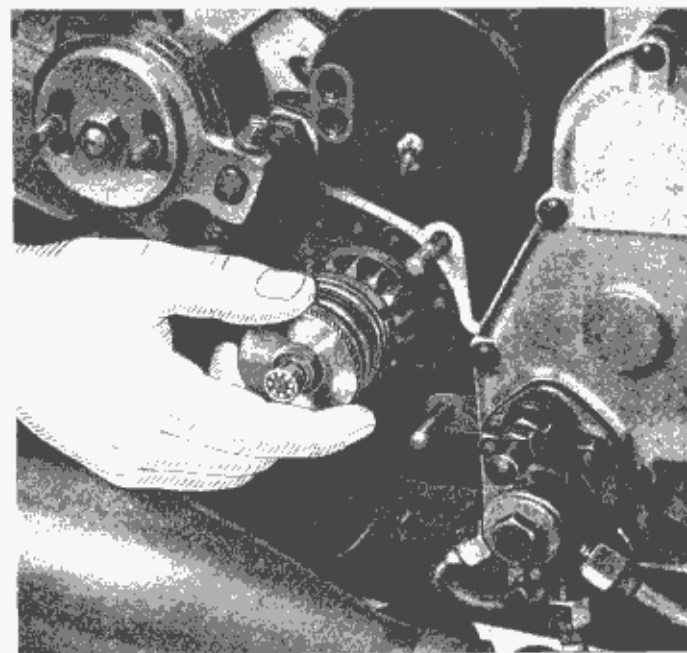

Fig. 10
a) dipende da molle troppo scarse; avvitare il disco zigrinato o sostituire le molle (vedere fig. 10);